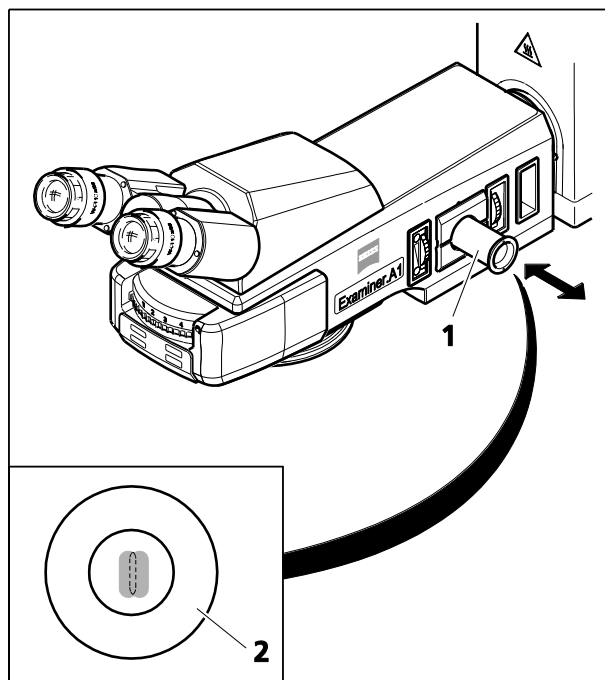
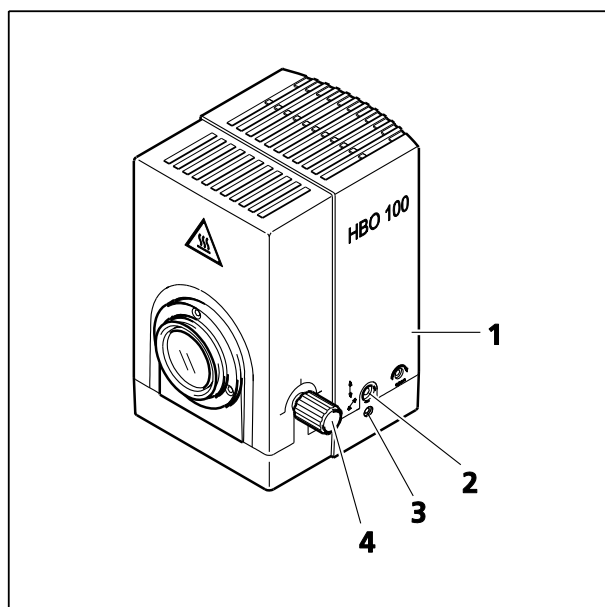

Figure 3-27 Aide au réglage
Figure 3-28 Réglage du HBO 100
(1) Axio Examiner.A1 avec aide au réglage :
- Allumer le dispositif d'éclairage HBO 100 (Figure 3-28/1) à l'aide du commutateur du transformateur HBO 100 W (Figure 3-31/1), et le laisser chauffer jusqu'à ce qu'il atteigne sa température de fonctionnement.
- Retirer l'aide de réglage (Figure 3-27/1) du statif du microscope. Le point focal le plus lumineux de la lampe HBO 103 W/2 et son image miroir un peu plus sombre apparaissent dans la fenêtre en verre noir de l'aide au réglage.
- Tourner la molette (Figure 3-28/4) pour mettre au point la tache focale plus brillante en utilisant le réglage du collecteur.
- Tourner les vis de réglage (Figure 3-28/2 et 3) pour régler le point focal le plus sombre (image miroir du dispositif d'allumage) par analogie avec l'image du point focal (Figure 3-27/2) à l'intérieur du cercle de réglage inscrit.
(2) Axio Examiner.D1/.Z1 et Axio Examiner.A1 sans aide au réglage :